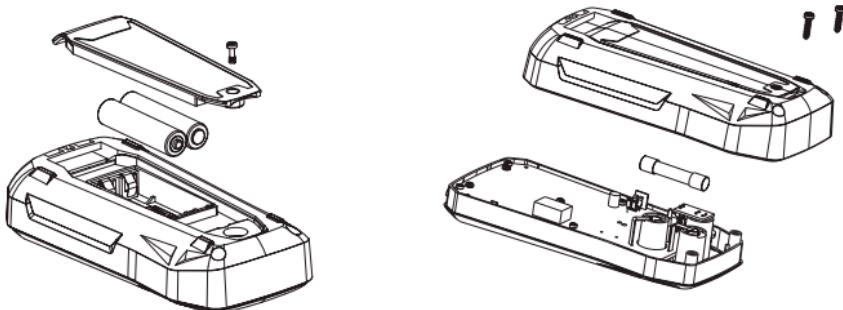

Рис. 11 Замена батареи и предохранителей
8. Замена батареи и предохранителей (см. рис. 11)